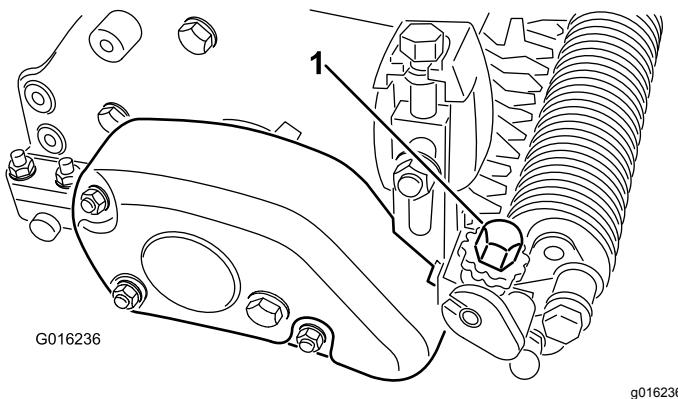

Рисунок 25
- 5. На одном конце вала механической щетки измерьте расстояние от самой нижней кромки уборочного ножа до рабочей поверхности. Поворачивайте головку регулировки высоты механической щетки (Рисунок 25) для подъема или опускания кромки ножа на требуемую высоту во время ухода. Каждое положение ручки регулятора соответствует примерно 0,08 мм глубины механической щетки.